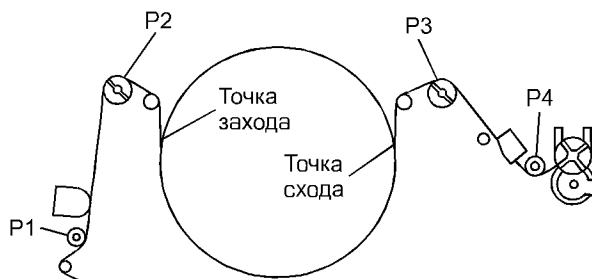

Рис. 10. Расположение постов
2. Измеряем натяжение ленты на участке между головкой полного стирания и постом P2 (см. рис. 10) с помощью измерителя (VFK O132). Показание измерителя должно находиться в пределах 22,5...27,5 г.